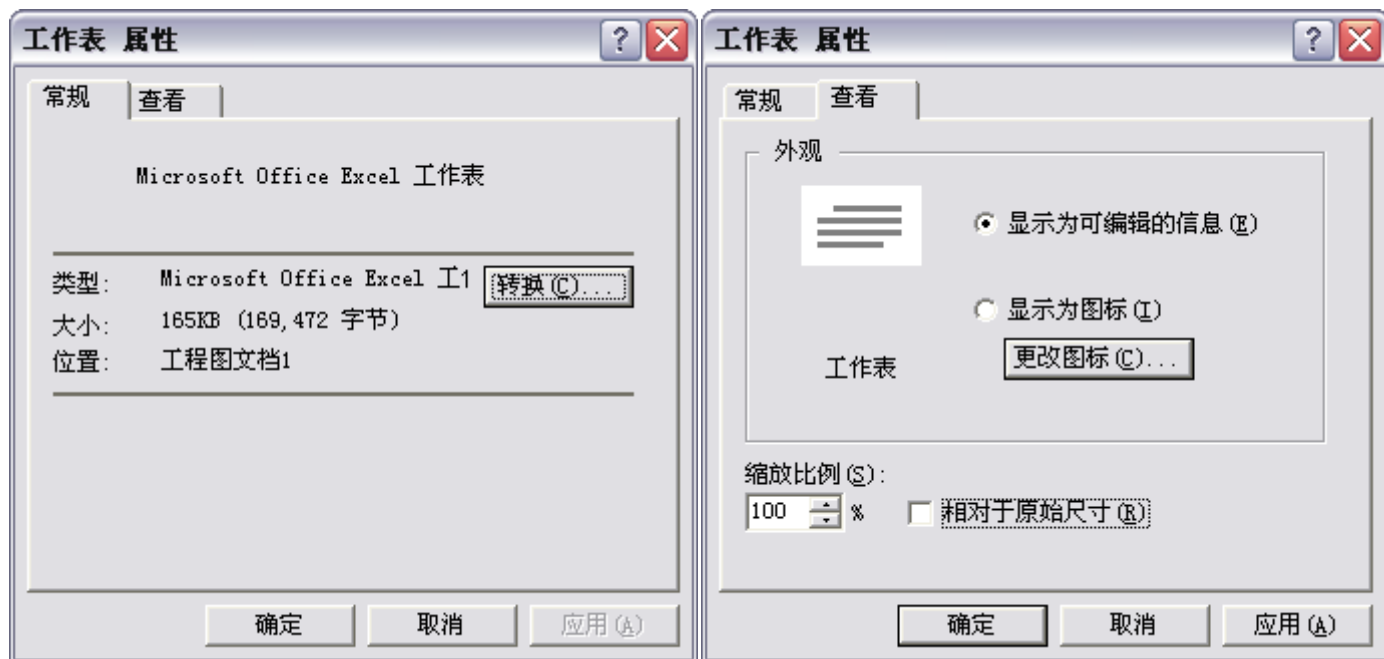

图 2-98 对象属性对话框
- 1) 首先选中对象，比如选择一个 BMP 位图对象，然后在【编辑】主菜单中选择【位图图象 对象】的【属性】选项，弹出如图 2-98 所示的对话框。
- 4) 若用户选择【察看】标签，则对话框发生改变，如图 2-98 所示。